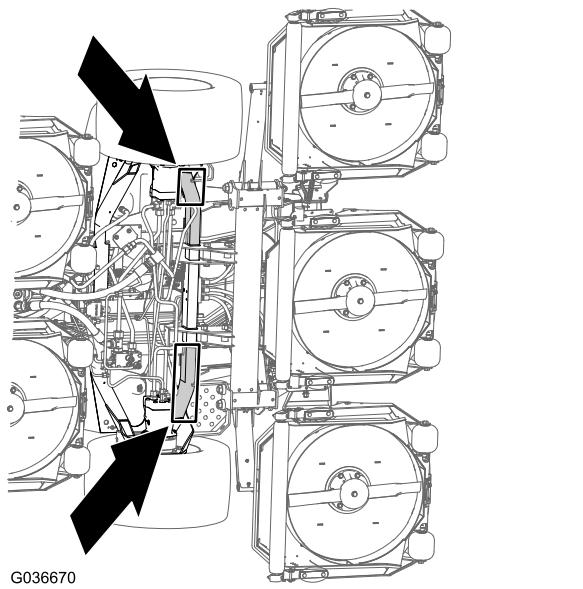

Figure 32
**Avant de la machine** – sur le cadre, devant les moteurs des roues motrices (Figure 32).